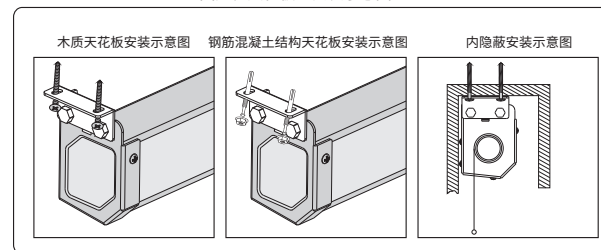

图15
2.用木牙螺丝或自攻螺丝(非产品配件)穿过悬挂顶板顶部相对应的孔位,将悬挂顶板连同银幕一起固定在天花板上。(如图15)